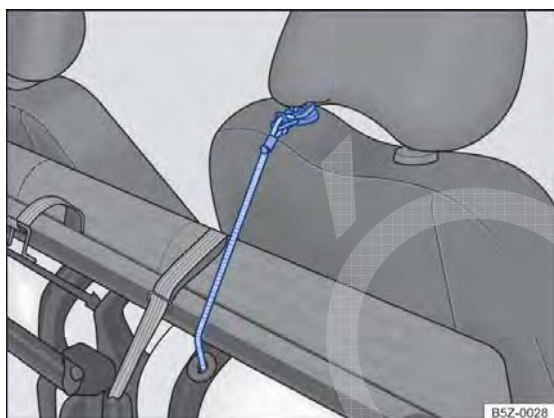

Fig. 75 Cinta elástica vermelha para fixação na haste do apoio para cabeça.
- Localizar a cinta elástica vermelha alojada na parte inferior do assento do banco e, encaixar o gancho dessa cinta na haste do apoio para cabeça do passageiro → Fig. 75, imobilizando o conjunto.
- Soltar o gancho da cinta elástica vermelha da haste do apoio para cabeça → Fig. 75 e, encaixar debaixo do banco traseiro.